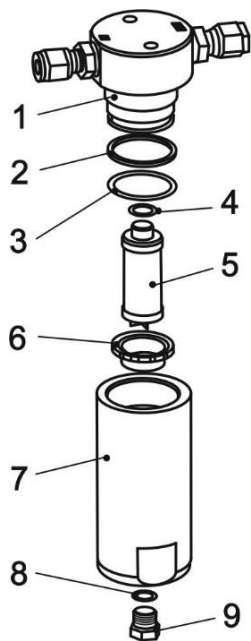

**Рис. 4.3.8 Фильтр высокого давления газа**
4. Вывернуть пробку 9 (рис. 4.3.8) и слить жидкость из сливного отверстия в подставленную ёмкость.
3. Подставить ёмкость и открыть сливной кран 9 (рис. 4.3.8) вращением его против часовой стрелки до полного выхода газа из колпака 7, находящегося под давлением (550...800) кПа [(5,5...8,0) кгс/см2]. Жидкость удалится вместе с выходящим газом.